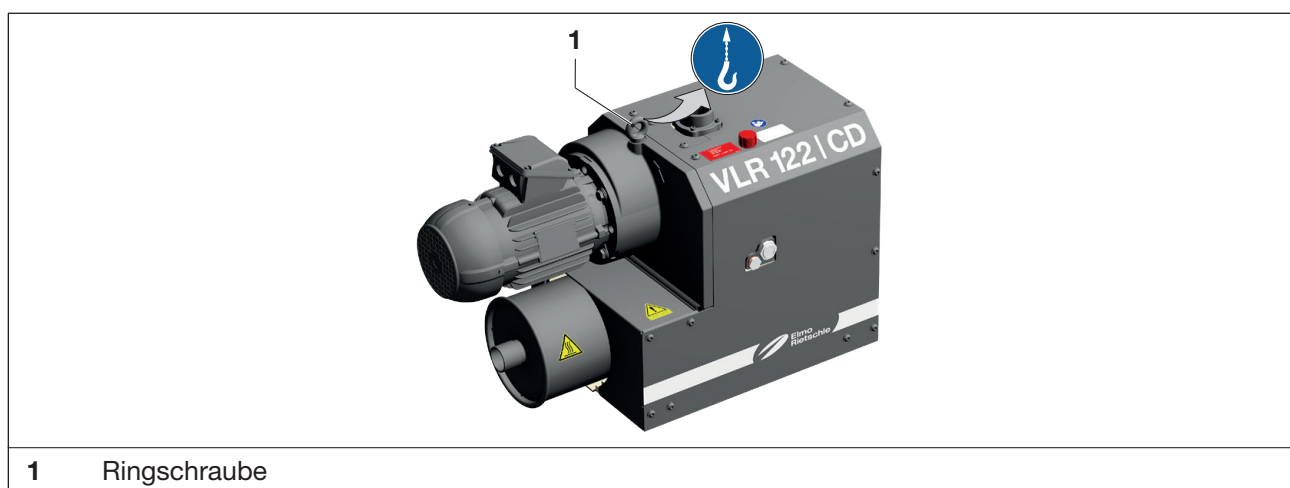

Abb. 1 Lastaufnahmemittel zum Anheben und Transportieren
- b) Die Ringschraube (Abb. 1/1) auf Kopfanlage anziehen.